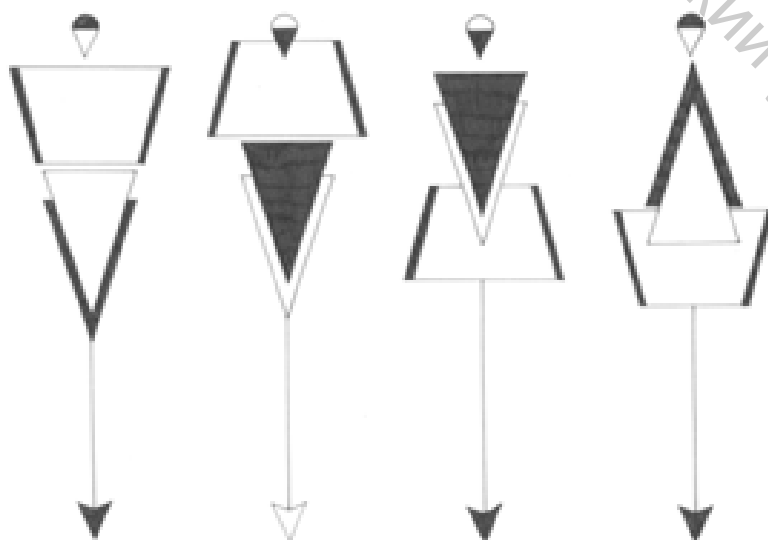

Рисунок 2 – Принцип проникновения
- проникновение (эффект прозрачности, организующие линии просматриваются) (рисунок 2);